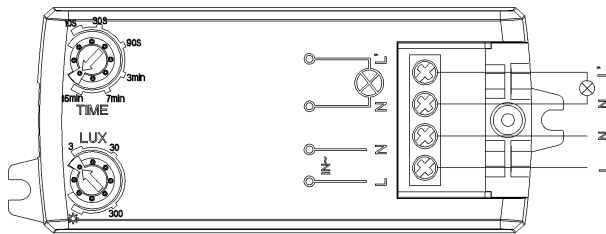

Fig.2
3. Effettuare i collegamenti elettrici seguendo lo schema di collegamento (Fig.2).
3. Make the electrical connections following the wiring diagram (Fig.2).